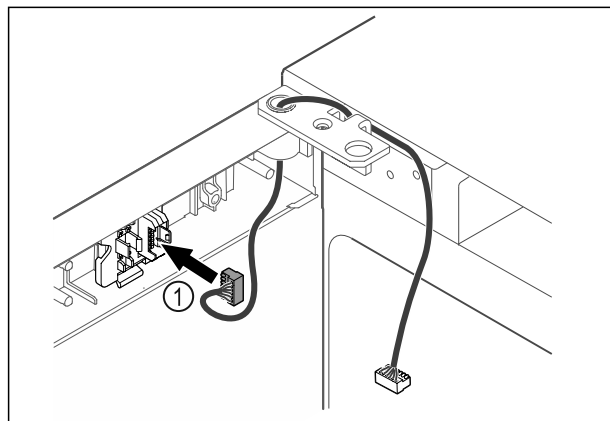

Fig. 41
- Utakните utikač Fig. 41 (1) u držač utikača.